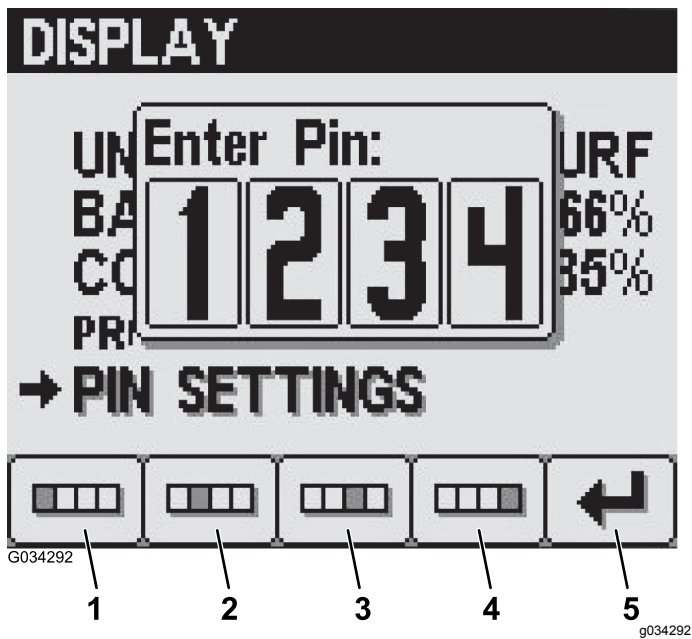

图 25
- 使用 1 号到 4 号按钮输入您的 PIN 输入完成后按 5 号按钮 图 25。
4. 使用 1 号到 4 号按钮输入您的旧 PIN输入完成后按 5 号按钮图 25。
2. 使用 1 号到 4 号按钮输入您的 PIN输入完成后按 5 号按钮图 25。